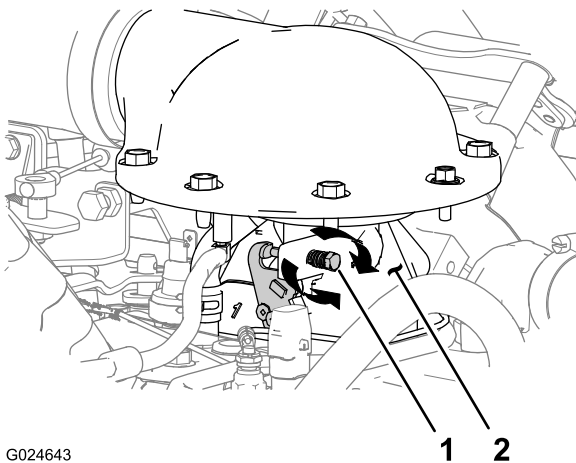

Bild 84
3. Wenn die Motordrehzahl für den niedrigen Leerlauf höher oder niedriger als 1100 U/min ist, drehen Sie die Leerlaufschraube am Gasbedienungsgehäuse nach rechts oder links, bis die Motordrehzahl für den Leerlauf 1100 U/min ist (Bild 84).